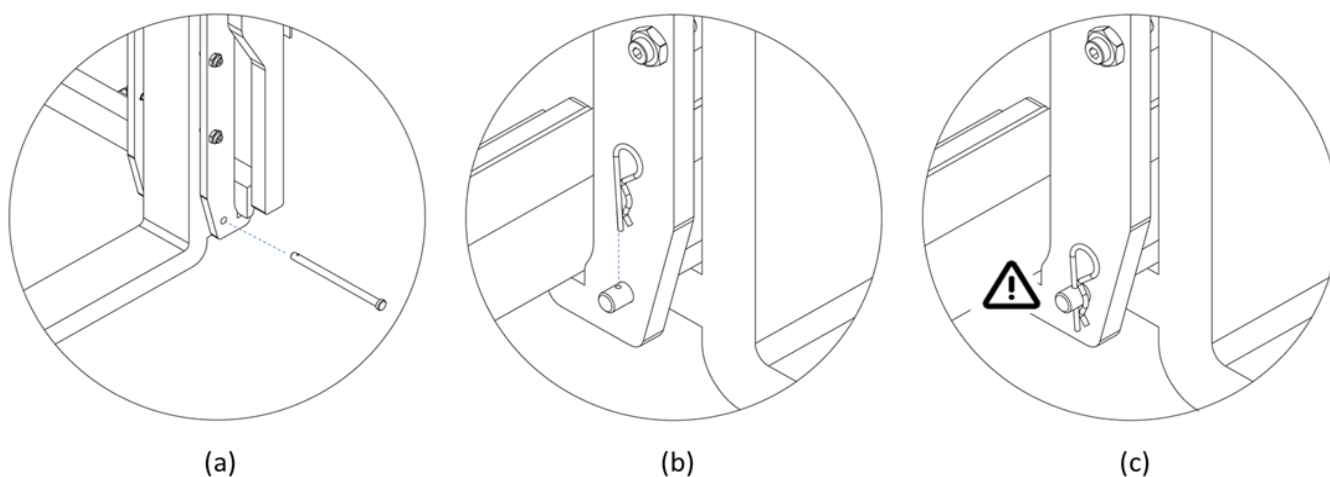

Figura 11
1. Inserire i perni di fissaggio dei ganci inferiori delle forche e verificare che il gancio della forca sia bloccato dal perno stesso (vedi *Figura 11, a*).
2. Inserire la copiglia di sicurezza nel foro posto sul perno e assicurarsi che questa sia bloccata (vedi *Figura 11, b*).
4. Verificare che le copiglie di sicurezza siano presenti su entrambe le forche e correttamente posizionate prima di iniziare qualunque movimentazione (vedi *Figura 11, c*).